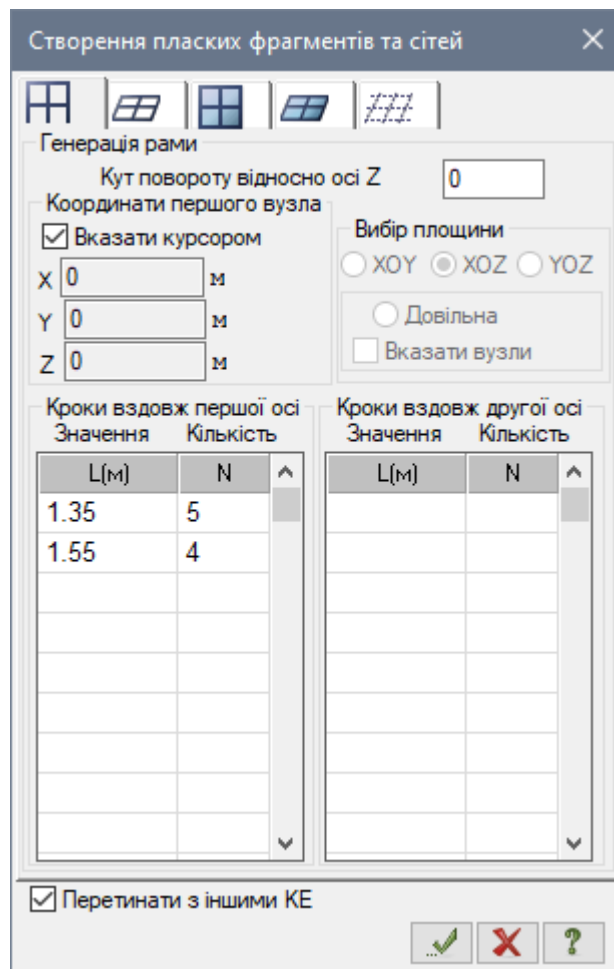

Рис. 19.8. Діалогове вікно Створення плоских фрагментів і сітей
- Інші параметри приймаються за умовчанням (рис. 19.8).